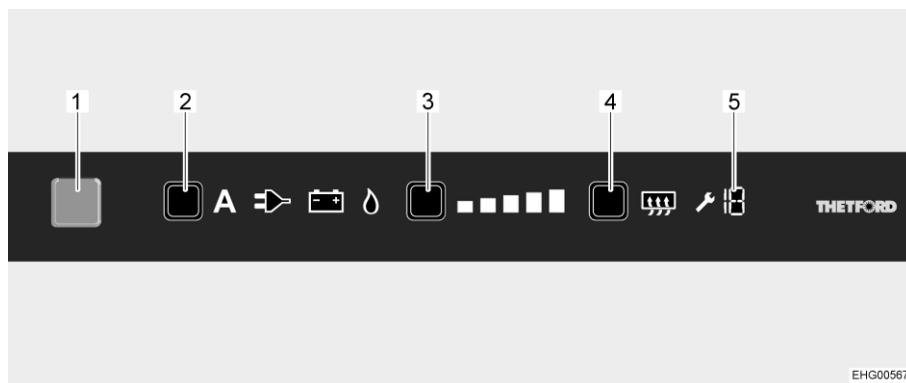

Fig. 177 Boutons de commande
Lorsque le réfrigérateur est mis en marche, il choisit automatiquement la dernière température du thermostat sélectionnée. Ce réglage peut cependant être corrigé manuellement à l'aide de la touche de degré de réfrigération (Fig. 177,3). Les barres lumineuses de l'affichage du degré de réfrigération indiquent le réglage sélectionné sur le thermostat. La température de réfrigération des trois types d'énergie se règle avec la touche de degré de réfrigération. Il faudra attendre quelques heures jusqu'à ce que le réfrigérateur ait atteint sa température normale de réfrigération. Il garde toutefois son réglage de température lorsqu'on change d'un mode à un autre. La température de réfrigération est maintenue indépendamment du type d'énergie choisi.
- Appuyer sur la touche Marche/Arrêt (Fig. 177,1) pendant 1 seconde. La touche s'allume en bleu. L'affichage devient plus sombre pour des raisons d'économie d'énergie au bout d'env. 10 secondes.
- Appuyer plusieurs fois sur la touche de sélection de source d'énergie (Fig. 177,2) jusqu'à ce que la source d'énergie désirée soit sélectionnée. Pour le régime au gaz : L'arrivée de gaz est ouverte. L'allumage s'effectue de manière automatique. Un tic-tac est distinctement perceptible jusqu'à ce que la procédure d'allumage soit effectuée avec succès.
- Appuyer plusieurs fois sur la touche de degré de réfrigération (Fig. 177,3) jusqu'à ce que le degré de réfrigération désiré soit sélectionné. Le degré actuel de réfrigération est indiqué par barres lumineuses.
- Appuyer sur la touche Marche/Arrêt (Fig. 177,1) pendant env. 2 secondes. Toutes les lampes s'éteignent. Le réfrigérateur est coupé.